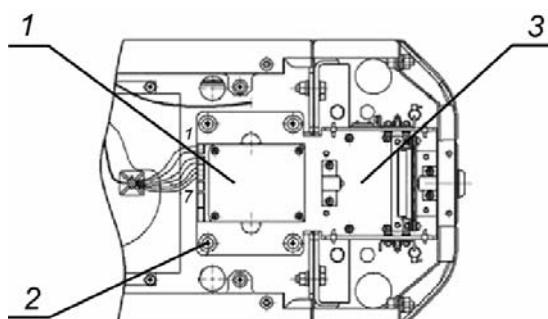

Рисунок 14. Механизм картоприемника
Для переустановки механизма картоприемника (3, рис. 14) необходимо выполнить следующие действия (номера позиций даны в соответствии с рис. 2, если не указано отдельно):
- 8 Демонтируйте механизм картоприемника (3, рис. 14) – крепится четырьмя винтами M5×20 (2, рис. 14) – и установите его на противоположную сторону ЭП, закрепив на аналогичное место этими же винтами.